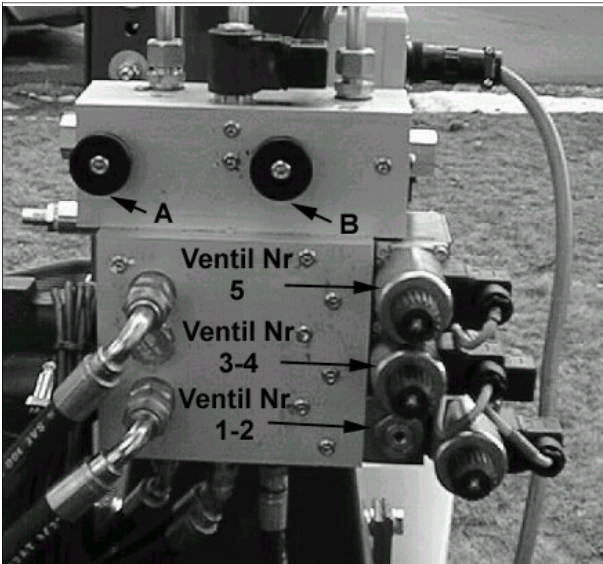

Fig. 13-1
- 9.1** Traktor anlassen und mit ungefähr 1000 U/min leerlaufen lassen. Die Maschine anheben, damit sie vom Boden freikommt. Die Ölzufuhr zur Wickelmaschine läßt sich mit zwei Einstellventilen, die sich auf dem Hydraulikblock der Maschine befinden, einstellen (Bild 13-1 A-B).
- 9.2** Mit dem Ventil, die sich auf der rechten Seite befindet, die Geschwindigkeit des Wickelarms einstellen (siehe Bild 13-1 Pos A).